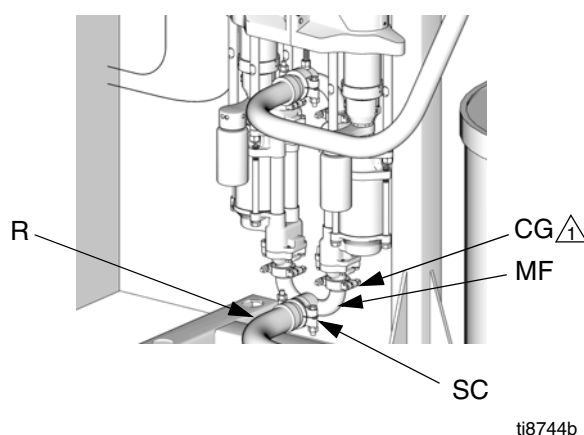

FIG. 7. Vätskeanslutning (Pumpinlopp, E-Flo 4000 visas)
Se FIG. 7. Vätskeblandrören är fästa vid pumparna med 1-1/2 tumsklämmor och sanitetspackningar (CG). Blandrör kan riktas i båda riktningarna. Anslut vätskeledningen (R) till blandröret (MF) med 2-tumsklämmor och sanitetspackningar (SC). Graco rekommenderar att sugslang har en minsta storlek av 31,8 mm (1-1/4 tum). Valbara kopplingar finns tillgängliga. Se TABELL 3.